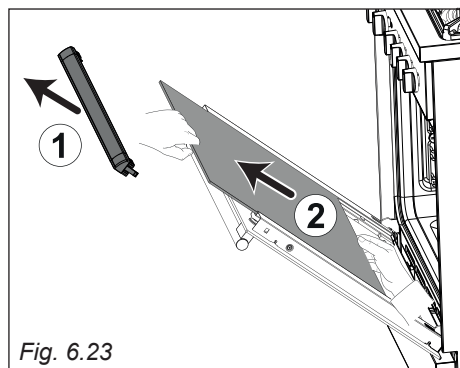
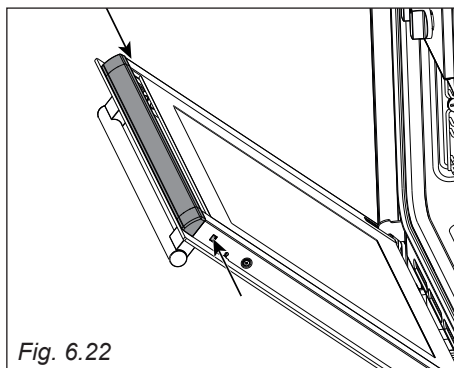

Fig. 6.23
Fig. 6.22
- Premere sulle due alette per sganciare il profilo superiore (frecche di fig. 6.22), quindi rimuoverlo delicatamente (freccia 1 di fig. 6.23).
- Sfilare delicatamente il vetro interno (freccia 2 di fig. 6.23).